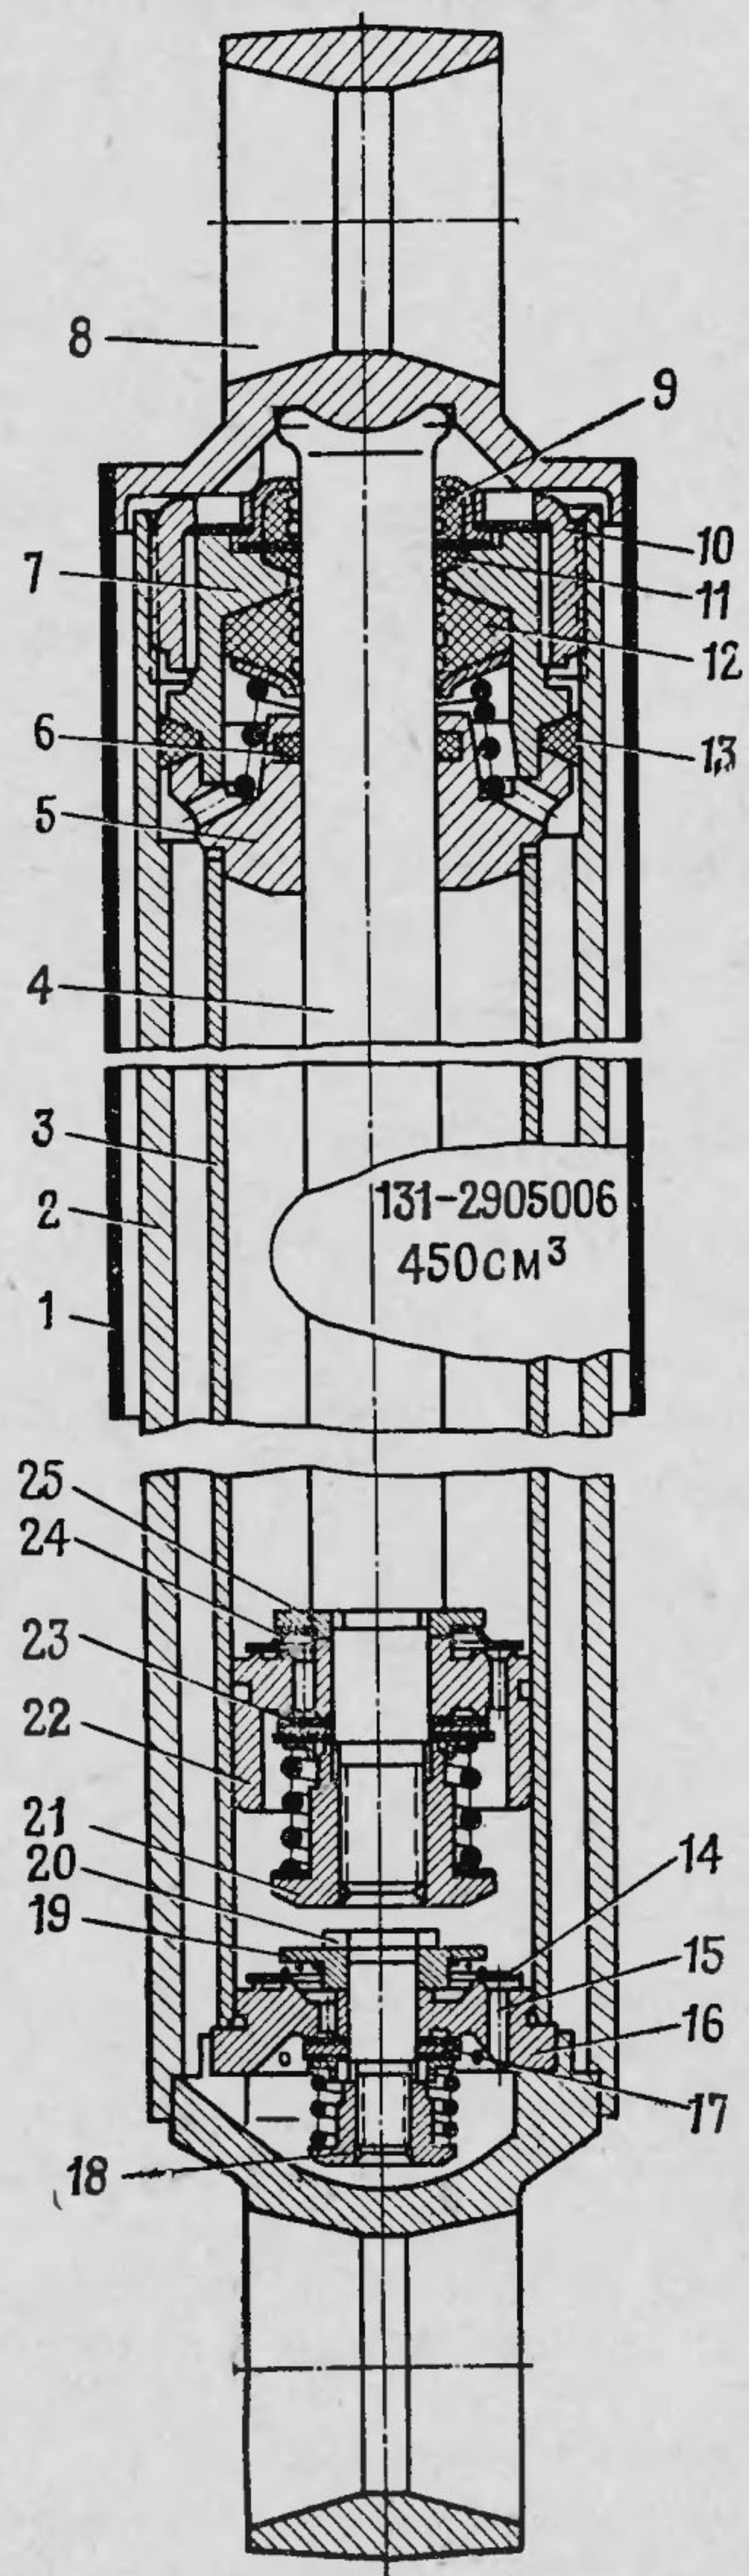

Рис. 53. Амортизатор передней подвески:
3. Вытянуть шток 4 (рис. 53) с поршнем 22 в крайнее верхнее положение и специальным ключом отвернуть гайку 10 резервуара амортизатора.